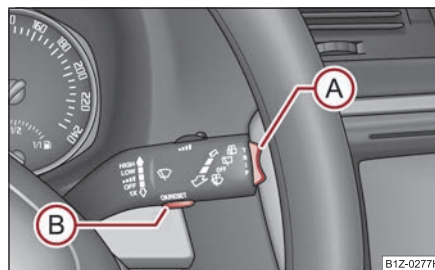
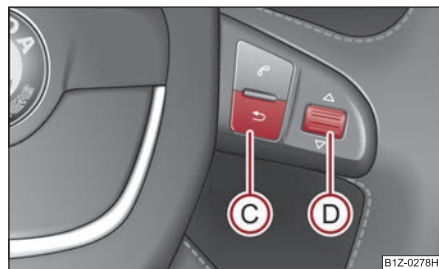
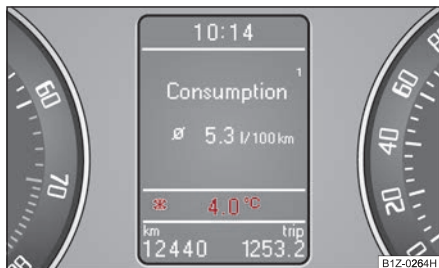

Fig. 22 Indicador multifunción: Elementos de mando
Fig. 23 Indicador multifunción: Manejo por medio de las teclas del volante multifunción
Fig. 24 Temperatura exterior
La conmutación de la memoria se efectúa por medio de la tecla **(B)** ⇒ fig. 22 en la palanca de limpiacristales o por medio de la tecla **(D)** en el volante multifunción* ⇒ página 23.
La tecla basculante **(A)** y la tecla **(B)** se encuentran en el puño de la palanca del limpiaparabrisas ⇒ fig. 22.
En vehículos que disponen de un volante multifunción* se han sustituido las teclas **(A)** y **(B)** por la rueda moleteada del volante multifunción ⇒ fig. 23. ■
La conmutación y restablecimiento se efectúa por medio de la rueda moleteada **(D)** ⇒ fig. 23.
Si la temperatura exterior disminuye por debajo de +4 °C, aparecerá delante de la indicación de la temperatura un símbolo de copo de nieve (señal de advertencia para calzada helada) ⇒ fig. 24 y sonará una señal acústica de aviso. Después de pulsar la tecla basculante (A) en la palanca de limpiacristales ⇒ página 22, fig. 22 o la tecla (C) en el volante multifunción ⇒ página 23, fig. 23 se reproducirá la función que se ha visto como última.
En la pantalla aparece el tiempo de marcha desde la última vez que se borró la memoria. Cuando desee medir el tiempo de marcha a partir de un momento determinado, deberá poner en este momento preciso la memoria a cero, pulsando para ello la tecla (B) en la palanca de limpiacristales ⇒ página 22, fig. 22 o la rueda
moleteada (D) en el volante multifunción* ⇒ página 23, fig. 23 durante más de 1 segundo.
Cuando desee medir el consumo medio a partir de un periodo determinado, deberá poner a principio de la medición la memoria a cero, por medio la tecla (B) en la palanca de limpiacristales ⇒ página 22, fig. 22 o la rueda moleteada (D) en el volante multifunción* ⇒ página 23, fig. 23. Tras borrarla, en la pantalla aparecerán guiones en los primeros 100 metros recorridos.
En el display aparece el kilometraje recorrido desde la última vez que se borró la memoria ⇒ página 22. Cuando desee medir el kilometraje recorrido a partir de un momento determinado, deberá poner en este momento preciso la memoria a cero, pulsando para ello la tecla (B) en la palanca de limpiacristales ⇒ página 22, fig. 22 o la rueda moleteada (D) en el volante multifunción* ⇒ página 23, fig. 23.
El display indica la velocidad media en km/h desde la última vez que se borró la memoria ⇒ página 22. Cuando desee medir la velocidad de marcha media a partir de un periodo determinado, deberá poner a principio de la medición la memoria a cero, por medio la tecla (B) en la palanca de limpiacristales ⇒ página 22, fig. 22 o la rueda moleteada (D) en el volante multifunción* ⇒ página 23, fig. 23.
- Pulse la tecla **(B)** en la palanca de limpiacristales ⇒ página 25, fig. 26 o la rueda moleteada **(D)** en el volante multifunción* ⇒ página 23, fig. 23. En la pantalla informativa* aparecerá **Speed warning 50 km/h (advertencia a 50 km/h)** ⇒ página 25, fig. 25.
La velocidad deseada podrá ajustar también en pasos de 5 km/h pulsando la tecla **(A)** en la palanca de limpiacristales ⇒ página 25, fig. 26 o girando la rueda moleteada **(D)** en el volante multifunción* ⇒ página 23, fig. 23. Confirme la velocidad ajustada pulsando la tecla **(B)** en la palanca de limpiacristales ⇒ página 25, fig. 26 o de la rueda moleteada **(D)** en el volante multifunción* ⇒ página 23, fig. 23.
Si Vd. sobrepasa ahora la velocidad ajustada, en la pantalla aparecerá **Speed 50 km/h exceeded (velocidad de 50 km/h sobrepasada)**. Este mensaje queda indicado, hasta que reduzca la velocidad a por debajo del límite ajustado o desactive el mensaje pulsando la tecla **(B)** en la palanca de limpiacristales ⇒ página 25, fig. 26 o la rueda moleteada **(D)** en el volante multifunción* ⇒ página 23, fig. 23.